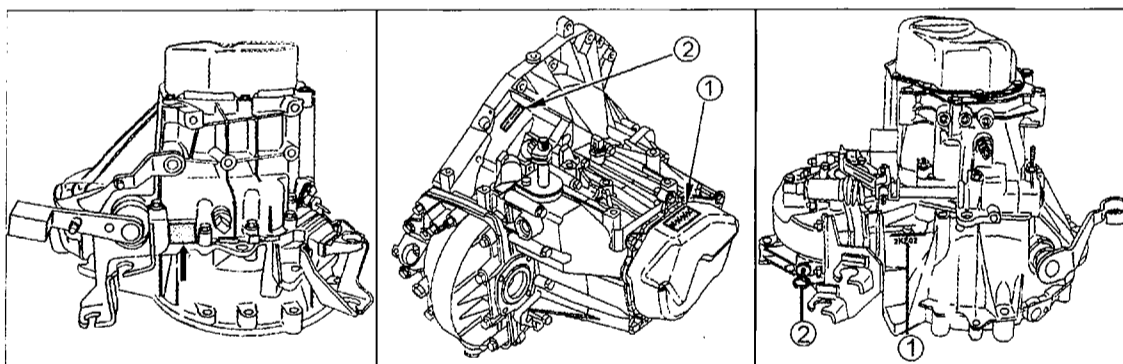

Bild 202
- Ein Typenschild ist an der Seite des „MG5TU“-Getriebes angeschraubt (in der linken Ansicht von Bild 202 gezeigt).
- In der mittleren Ansicht von Bild 202 ist das „ML5TU“-Getriebe gezeigt. An Stelle (1) ist das Typenschild verschraubt. Außerdem sind bei diesem Getriebe die laufende Produktionsnummer und die Getriebeummer an Stelle (2) eingestanz.
- In der rechten Ansicht ist das „ME5TU“-Getriebe gezeigt. An Stelle (1) ist die Getriebeummer eingestanz. Anhand des Ölmesstabs (2) kann man die Nummer leicht finden.
Gemeinsam haben die Getriebe nur die Ölwechselzeiten, d. h. das Öl sollte alle 60 000 km gewechselt werden. Beim Ölwechsel und auch bei der Kontrolle des Ölstands ist entsprechend der Getriebeausführung vorzugehen, d. h. als Erstes muss man sich vergewissern, welches Getriebe eingebaut ist. Falls dies nicht bekannt ist, kann man den Getriebetyp anhand der Angaben in Bild 202 ermitteln: